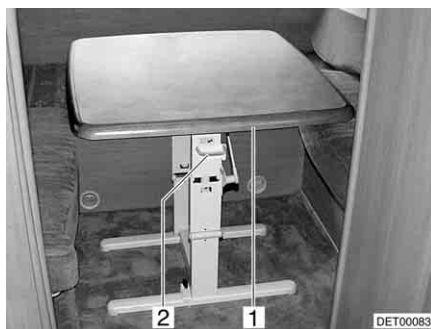

Fig. 55 Tavolo orientabile della dinette a U
- Spingere la maniglia (Fig. 55,2) verso l'alto.
- Ruotare il piano del tavolo (Fig. 55,1) formando un arco verso il basso finché la maniglia non si innesta.